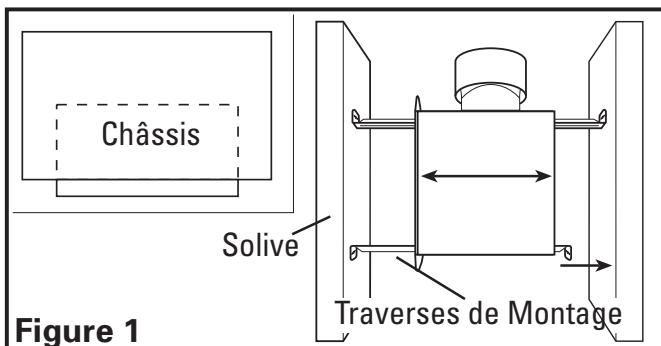
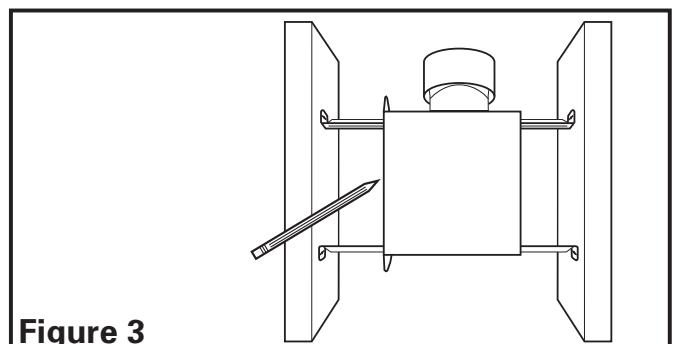

Figure 1
Figure 3
1. **Installation des Traverses de Montage:** installer les traverses sur le châssis et positionner le châssis près de la solive. En utilisant le guide sur le châssis du ventilateur, aligner le châssis pour qu'il soit à effleurement avec le plafond fini. Fixer les extrémités des traverses avec des clous ou des vis (non-comprises) aux solives et glisser le châssis à sa position finale (**Figure 1**).
- 1a. **Installation des Traverses de Montage:** placer le châssis en position entre les solives et tracer un contour sur le matériau du plafond (**Figure 3**). Mettre le châssis de côté et découper l'ouverture, en prenant soin de ne pas couper ou endommager des câbles électriques dissimulés ou autres utilités. Installer les traverses sur le châssis et positionner le châssis dans le trou percé précédemment afin qu'il soit à effleurement avec le plafond fini. Fixer les extrémités des traverses à la solive avec des clous ou des vis (non-compris) (**Figure 1**).